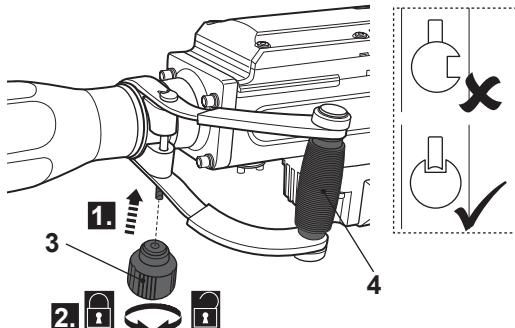

Fig. 3
- > Alinee y enrosque la perilla de la empuñadura (3) en el perno.
- > Ajuste la empuñadura auxiliar (4) a la posición deseada de modo que pueda sujetar con seguridad la herramienta durante su funcionamiento.
- > Apriete la perilla de la empuñadura (3) para asegurar la empuñadura auxiliar (4) en posición (Fig. 3).